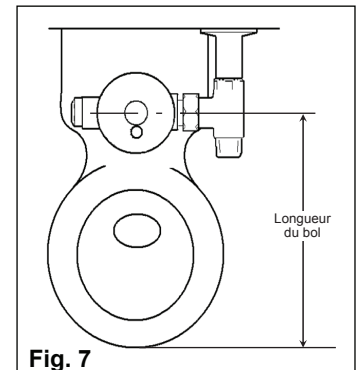

Fig. 7
- La distance du bol est la distance a partir du centre de la soupape à l'extrémité du bol (voir la figure 7).